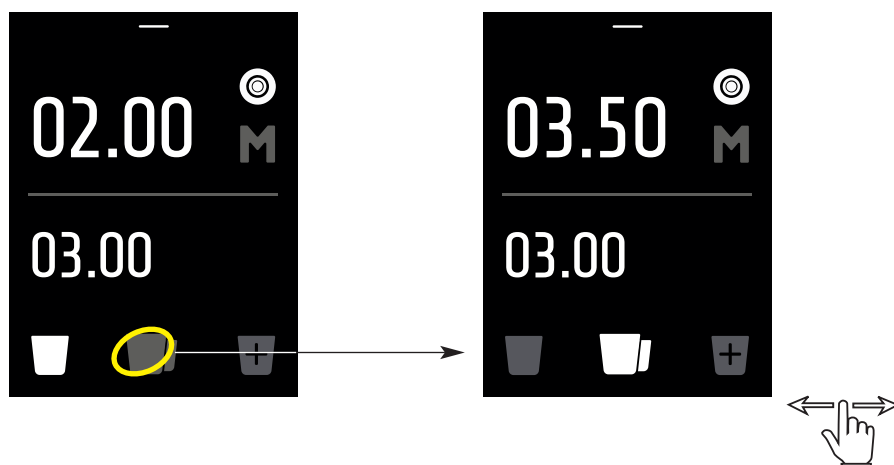

Fig. 5
- 3** Entrare nella pagina della dose desiderata (singola, doppia o extra) premendo sull'icona della pagina (vedere Fig. 5) **oppure facendo scorrere il dito sul display per cambiare pagina.**